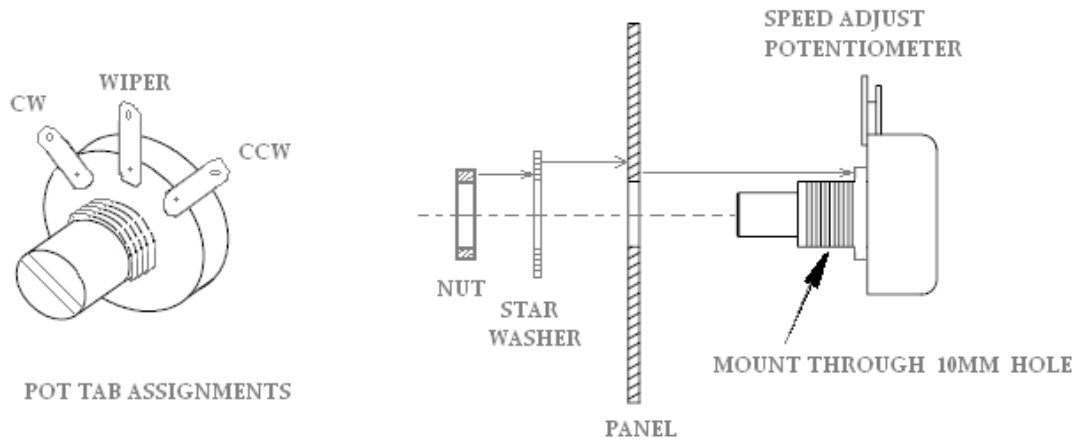

图 5
1、电位器式速度调节与控制器（请选用电位器式控制器）的接线（安装见图 5）。